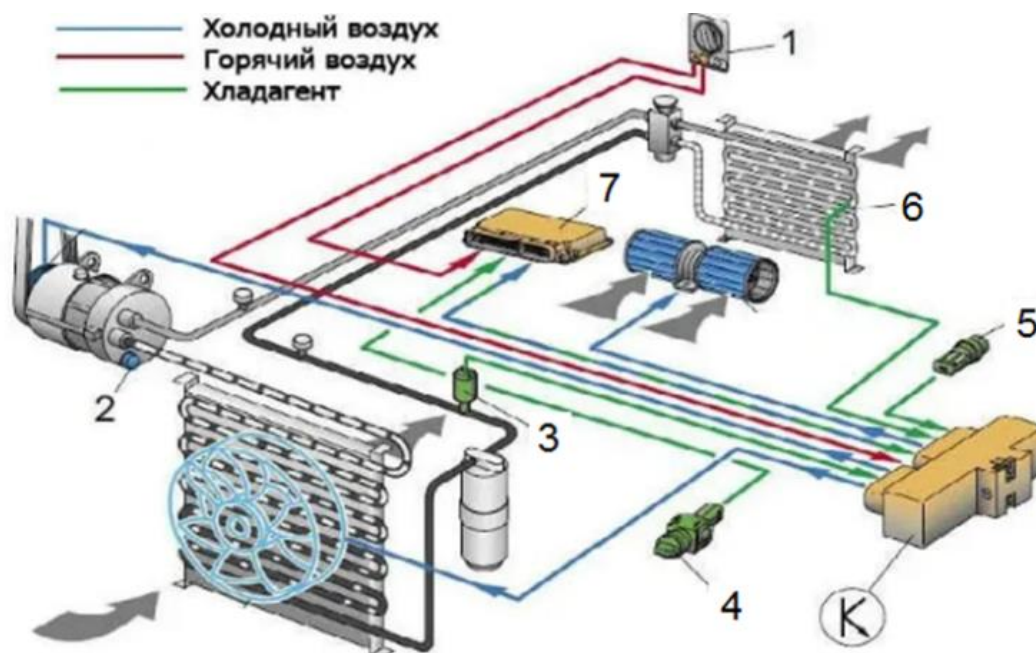

Рис. 3.14. Датчики КУ:
**Датчики** следят за правильной работой КУ (рис. 3.14). В системах климат-контроля сигналы с датчиков поступают на блок управления, который обрабатывает эти показания и подаёт сигнал об уменьшении (увеличении) подачи ХА либо отключении (включении) компрессора.